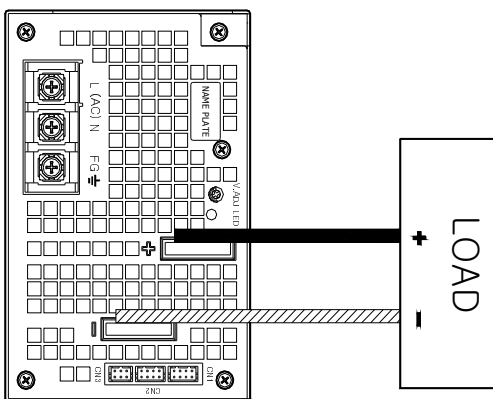

Fig. 2-1 Basic connection
- Remote sensing 기능을 사용하지 않을 경우 Fig. 2-1과 같이 연결합니다.